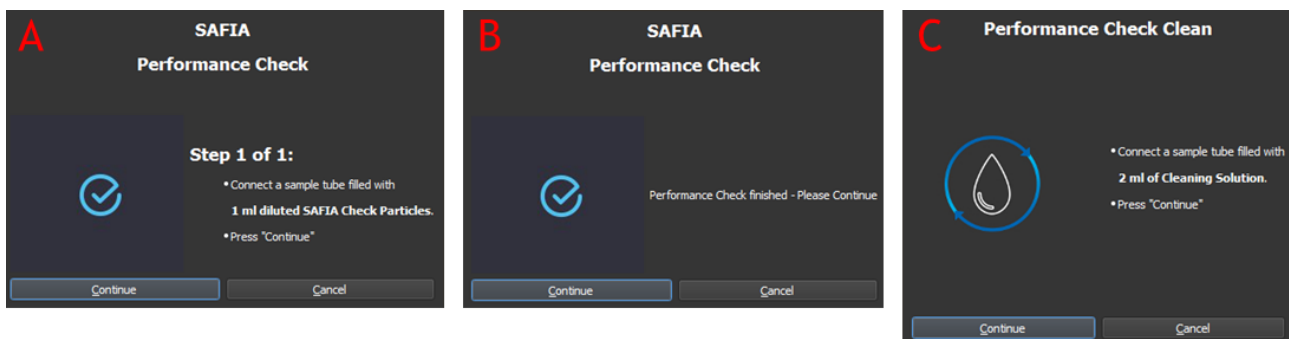

Abbildung 6. Ansicht der Anweisungen des QC-Programm Ablaufs
2. Klicken Sie auf Start  und folgen Sie den Anweisungen durch das QC-Programm (siehe Abbildung 6). Sollten keine Partikel erfasst werden, befolgen Sie die Hinweise in Abschnitt 10.2.
6. Führen Sie in CyView das Spülprogramm *Performance Check Clean* aus. Nach Abschluss der Messung öffnet sich hierzu automatisch ein Fenster, das Sie durch den Vorgang führt (siehe Abbildung 6 C). Der Reinigungsvorgang startet automatisch und entfernt eventuell verbliebene Partikel aus dem Gerät.